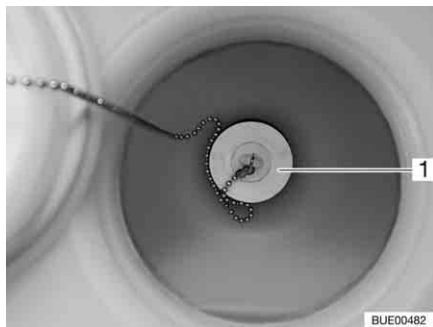

Fig. 104 Serbatoio dell'acqua, tappo di chiusura
- Inserire il tappo di chiusura (Fig. 104,1) nell'apertura di scarico.